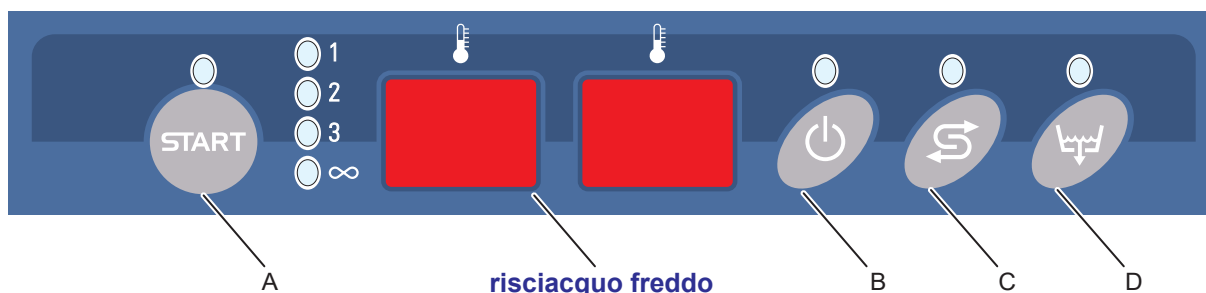

fig. 10
- Aprire il rubinetto dell'acqua, accendere l'interruttore generale a muro e procedere all'accensione della macchina premendo il tasto **B** (vedi fig. 10). Il led verde si accenderà. Dopo alcuni secondi, inizierà la fase di riempimento vasca.
- Per la scelta del ciclo, selezionare il ciclo di lavaggio **1, 2, 3, ∞** tramite il tasto **A** (vedi fig. 10) tenendolo premuto per più di 5 secondi e rilasciarlo al momento dell'accensione del led ciclo desiderato. Il led verde si accenderà in corrispondenza del ciclo selezionato **1, 2, 3, ∞**.
- Avviare il ciclo premendo il tasto (A) per max 1sec (vedi fig. 10). L'avvio del ciclo verrà segnalato dal lampeggio della spia ciclo selezionato. A fine ciclo la spia ritorna fissa e compare la scritta **END** sul display.
N.B.: La macchina non accetta altri cicli fino a che non viene aperta la porta o premuto per due volte il tasto **A** (vedi fig. 10).